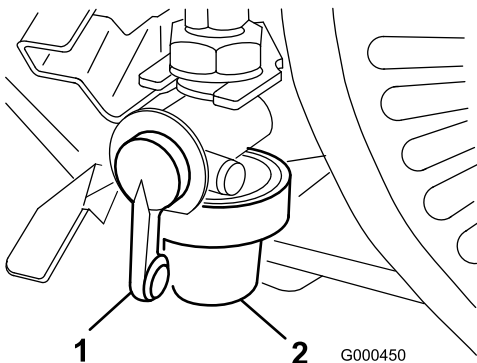

図 28
1. 燃料バルブを閉じて、フィルタのボディーからボウルを外す（図 28）。